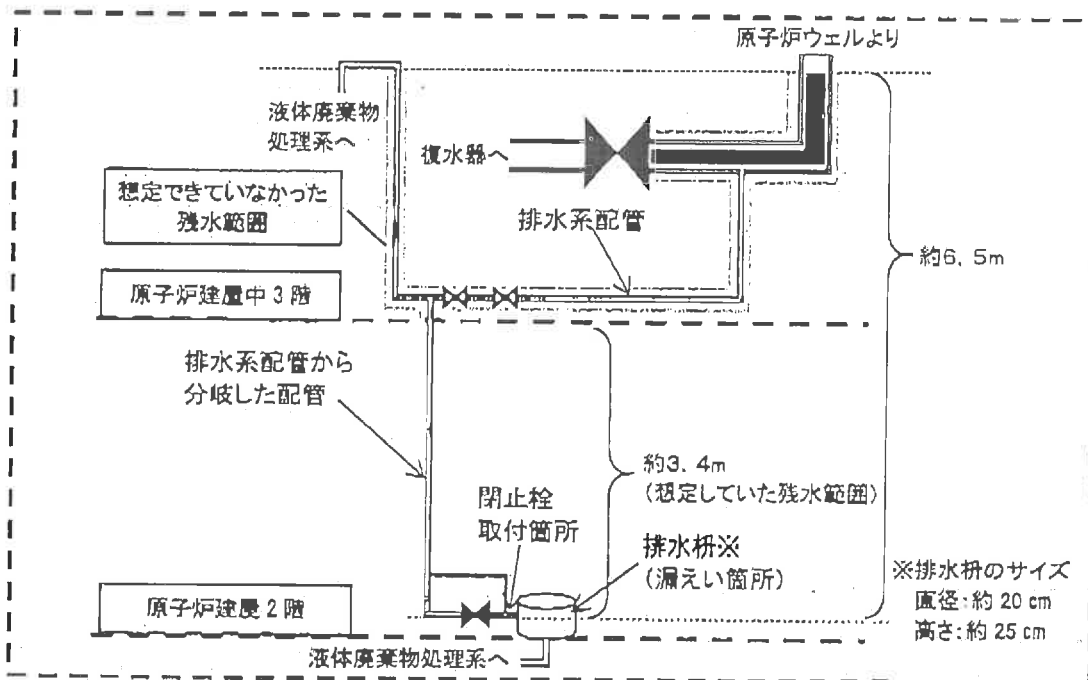
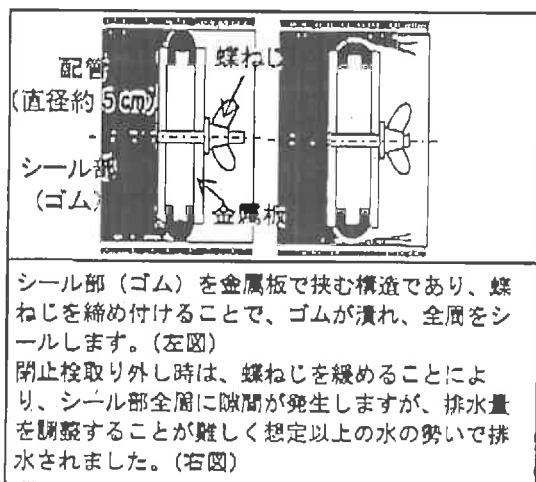

図2 I-I部 詳細図 (配管内部の残水範囲)
図3 閉止栓概略図
事象の 概要と 問題点	<p><事象の概要></p> <p>①原子炉ウエルの除染作業に使用した洗浄水は、通常復水器に排水しておりますが、復水器が点検中であったことから、洗浄水を液体廃棄物処理系へ排水する計画としました。</p> <p>②作業計画段階で、洗浄水を液体廃棄物処理系に排水するにあたっては、排水系配管から分岐した配管に接続される排水枡から溢水する可能性があったため、排水枡と配管の接合部に閉止栓を取り付けることとしました。また、現場で配管の敷設状況を確認したところ、配管内部に水が溜まる範囲は、排水枡から燃料プール冷却浄化系熱交換器(A)室の天井付近(約3.4m)までと判断し、慎重に閉止栓を取り外せば問題なく排水できると考え、排水機能が付いていない閉止栓(図3参照)を選定しました。</p> <p>③実際には液体廃棄物処理系へ繋がる排水系配管は立ち上がっていたため、想定した範囲以上に洗浄水が残っており、閉止栓に高い圧力がかかっていた。(図2参照)</p> <p>④除染作業終了後、この状態で閉止栓を取り外したところ、閉止栓の構造上、排水量の調整ができなかった(図3参照)ため、想定以上の水の勢いにより周囲に飛散し、閉止栓の取り外し作業を行っていた当社社員の被水に至りました。</p> <p>⑤被水した当社社員は、当日のうちに身体の表面汚染密度を測定し、汚染がないことを確認しています。</p> <p><問題点></p> <p>作業計画段階で以下の問題点がありました。</p> <p>①配管内部の残水量を正確に把握できていなかったこと。</p> <p>②適切な閉止栓を選定していなかったこと。</p>